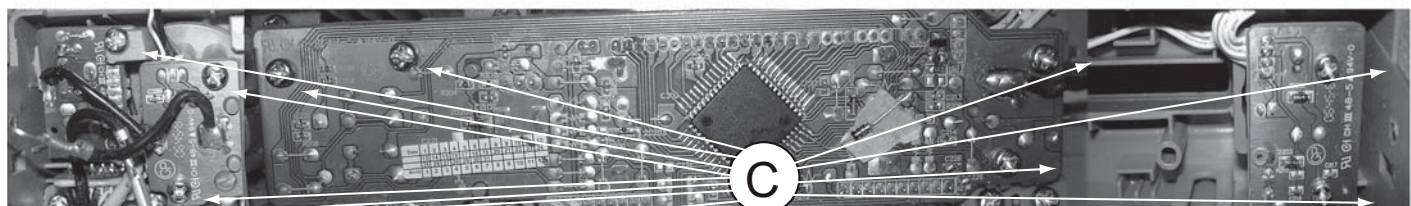

Figura 6
- 1) Solte os 12 parafusos "C" na parte traseir como mostra a figura 6